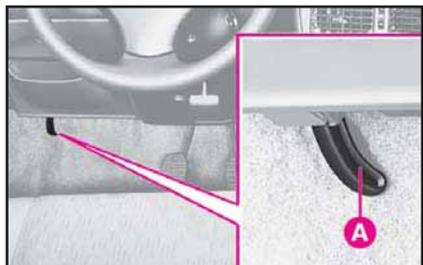

fig. 65
1) Tirare la leva **A**-fig. 65.